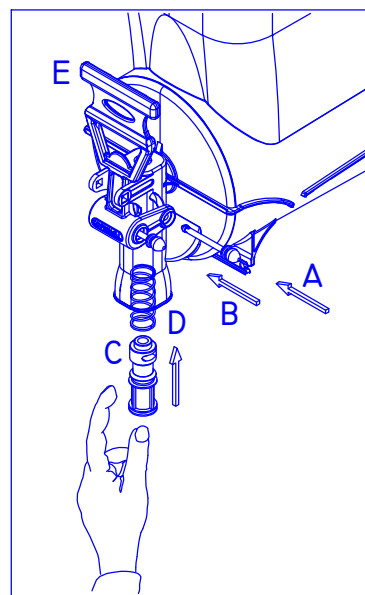

Fig. 24
- 2) Lubrificare la valvola C con la vasellina fornita a corredo e spingerla unitamente alla molla D nella sede del foro di uscita del prodotto ed inserire il perno A. (Fig. 24)